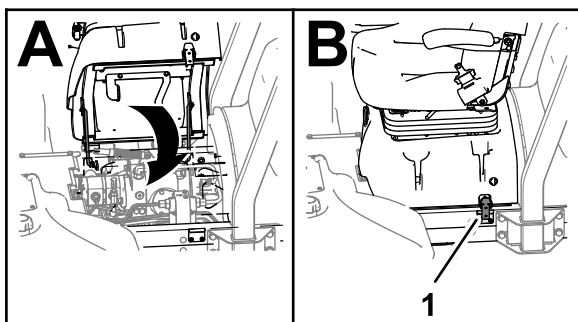

図 34
3. シートベースと運転席を元に戻してラッチでベースを固定する 図 34。